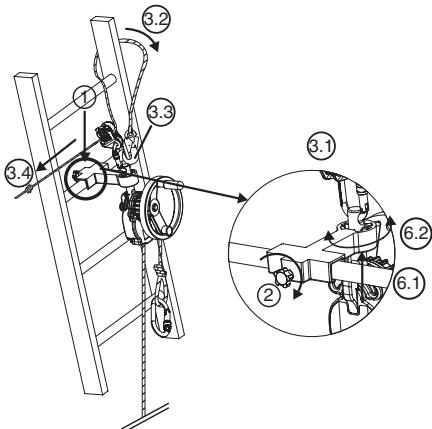

Abb. 7
6.3.3. Gerät Derope™ UP K (Abb. 7)
1. Den kleinen Adapter an der für die Rettung erforderlichen Stelle über der zu rettenden Person an der Leitersprosse anbringen (Abb.7, 1).
2. Den Sicherungsbolzen an der Rückseite des kleinen Adapters mit Hilfe des Rändelknopfs festziehen (Abb.7, 2).
- Den Karabinerhaken der Einstellvorrichtung LCM 05 in der oberen Bohrung des Befestigungsbolzens befestigen (Abb.7, 3.1).
- Das Halteseil um die über dem Adapter gelegene Sprosse und um einen der Leiterholme führen (Abb.7, 3.2).
- Den Karabinerhaken des Halteseils am Karabinerhaken der Einstellvorrichtung LCM 05 befestigen (Abb.7, 3.3).
- Das Halteseil durch Ziehen am Leertrum spannen (Abb.7, 3.4).
6. Das Derope™-Gerät nach Bedarf ausrichten, indem die Position des Befestigungsbolzens in der Positionierungsvorrichtung geändert wird (Abb.7, 6.1 – 6.2).